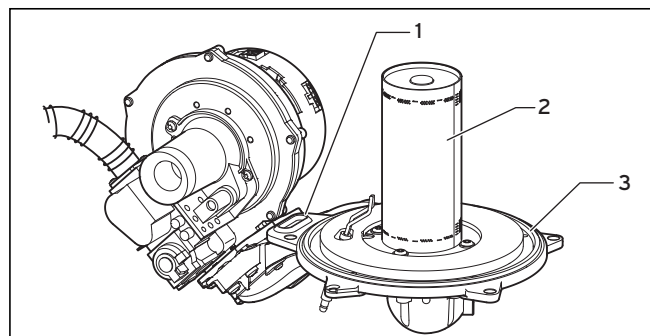

Fig. 10.4 Controllo del bruciatore
- Sostituire le guarnizioni (1) e (3) dello sportello del bruciatore (vedere fig. 10.4).